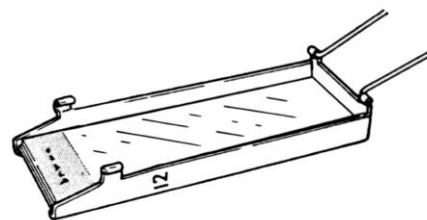

Figura 3-11
1. Scrivere il nome dei campioni su un vetrino pulito. Posizionare il vetrino con il lato smerigliato rivolto verso l'alto nel supporto della camera campioni (1). Vedere Figura 3-11.